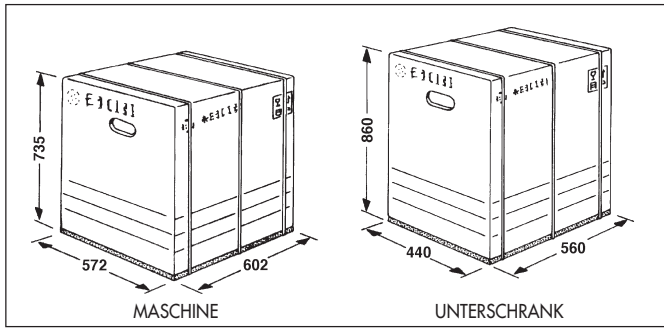

Abb. 4
- Die Maschine ist in einem Karton verpackt, dessen Unterboden verstärkt ist (siehe Abb. 4.) In ihrer Originalverpackung kann die Maschine in trockenen, staubfreien Räumen aufbewahrt werden.